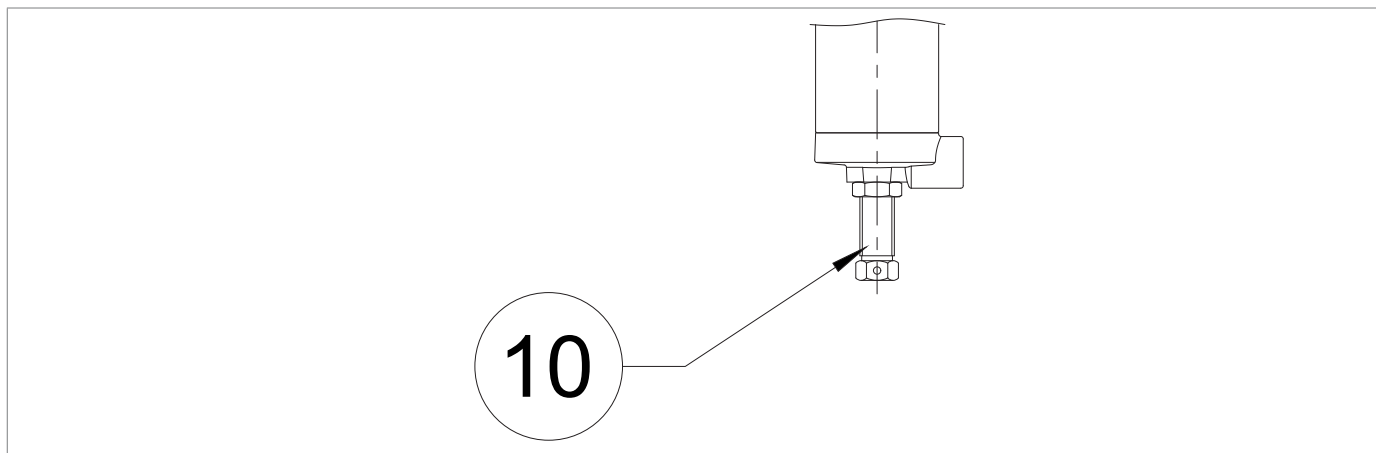

Fig. 8.30. Piloti serie 200/A
4	Comprimere completamente la molla del pilota (3) ruotando la vite di regolazione (fig. 8.30) in senso orario.
6	Ruotare la vite di regolazione (fig. 8.30) del pilota monitor (11) in senso orario per aumentare il valore della pressione di valle fino al valore prescelto di lavoro del monitor. ! AVVISO! Controllare la pressione facendo riferimento al manometro (5) posto a valle.
7	Ruotare la vite di regolazione (fig. 8.30) del pilota (3) in senso antiorario per scaricare la molla di taratura fino al raggiungimento del valore di pressione di valle prestabilito.
13	Bloccare le viti di regolazione e i dadi di fissaggio (fig. 8.30) dei piloti (3, 11).
5	Comprimere completamente la molla del pilota (3) ruotando la vite di regolazione (fig. 8.30) in senso orario.
7	Aumentare lentamente la pressione di valle ruotando la vite di regolazione (fig. 8.30) del pilota del monitor (10) in senso orario fino a raggiungimento del valore della pressione di intervento della valvola acceleratrice M/A (11). AVVISO! Controllare la pressione facendo riferimento al manometro (5) posto a valle.
9	<p>Ruotare la vite di regolazione (fig. 8.30) del pilota del monitor (10) in senso antiorario per diminuire il valore della pressione di valle fino al valore prescelto di lavoro del monitor.</p> <div style="border: 1px solid black; padding: 5px;"> <p>! AVVISO!</p> <ul style="list-style-type: none"> <li>• Assicurandosi che la valvola acceleratrice M/A (11) abbia interrotto lo scarico del gas;</li> <li>• Controllare la pressione facendo riferimento al manometro (5) posto a valle.</li> </ul> </div>
10	<p>Ruotare la vite di regolazione (fig. 8.30) del pilota (3) in senso antiorario per scaricare la molla di taratura fino al raggiungimento del valore di pressione di valle prestabilito.</p> <div style="border: 1px solid black; padding: 5px;"> <p>! AVVISO!</p> <p>Controllare la pressione facendo riferimento al manometro (5) posto a valle.</p> </div>
2	Svitare completamente il dado di fissaggio (fig. 8.30) della vite del pilota (3).
3	Scaricare completamente la molla del pilota (3) ruotando la vite di regolazione (fig. 8.30) in senso antiorario.